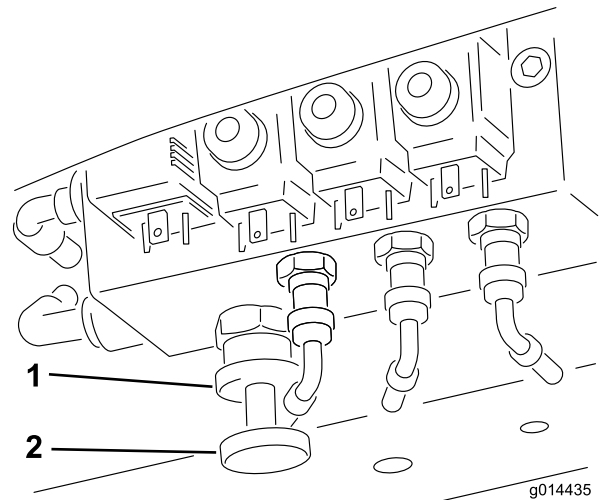

Figure 32
**Pour engager le transfert de poids :** L'ampleur du transfert de poids peut être réglée en fonction des conditions d'utilisation, en faisant tourner le volant de transfert de poids (Figure 32) comme suit :
1. Desserrez le contre-écrou de la vanne d'un demi-tour dans le sens antihoraire et maintenez-le dans cette position (Figure 32).
2. Tournez le volant (Figure 32) dans le sens antihoraire pour réduire le transfert de poids ou dans le sens horaire pour l'augmenter.